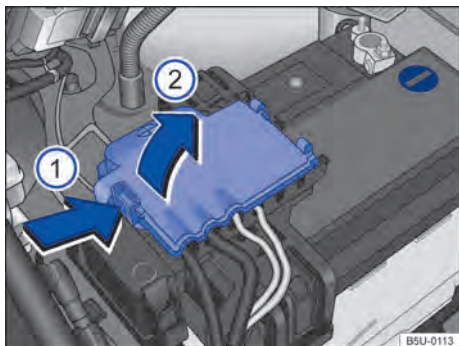

Fig. 199 Compartimento do motor: acesso ao terminal positivo da bateria.
- Abrir a cobertura do polo positivo. Para abrir pressionar a trava no sentido da seta → Fig. 199 (1), rebater a cobertura para o lado no sentido da seta (2).